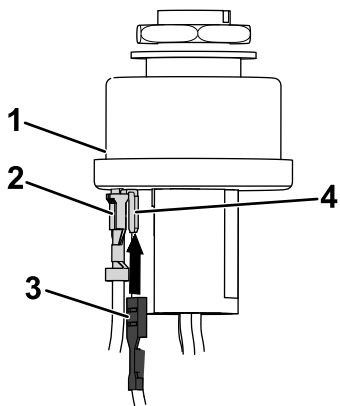

Рисунок 18
3. Подсоедините клемму с лепестковым выводом жгута проводов машины к дополнительной клемме переходника жгута проводов (Рисунок 18).